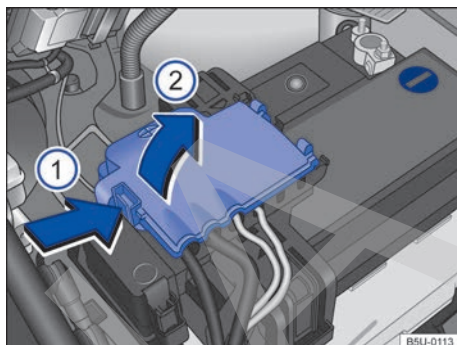

Fig. 182 Compartimento del motor: acceso al terminal positivo de la batería.
- Abrir la cobertura del polo positivo. Para abrir, presionar la traba en el sentido de la flecha → fig. 182 ①, plegar la cobertura hacia el costado en el sentido de la flecha ②.